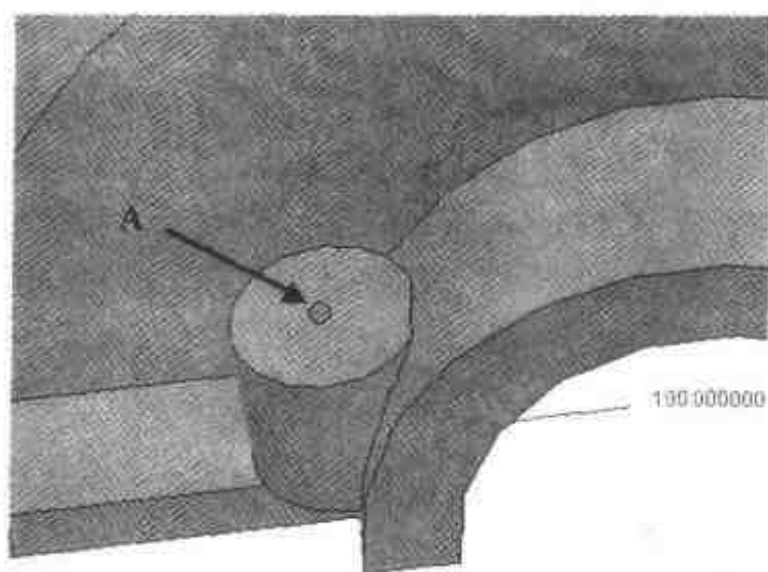

图 2.36 添加【自定义孔】图素
- (1) 从【工具】设计元素库中向如图 2.36 所示中点 A 处拖入一个【自定义孔】智能